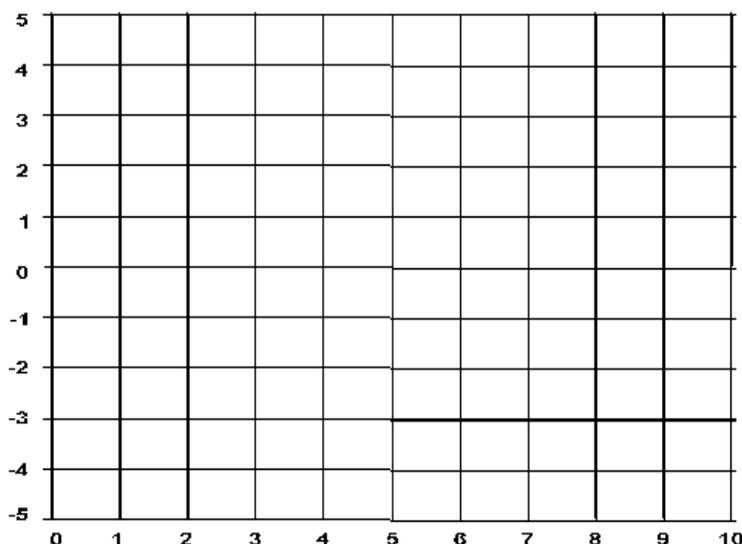

Рисунок 2
1.2. Перерисуйте осциллограммы входного и выходного напряжений на рисунок 2 и укажите масштабы по осям.